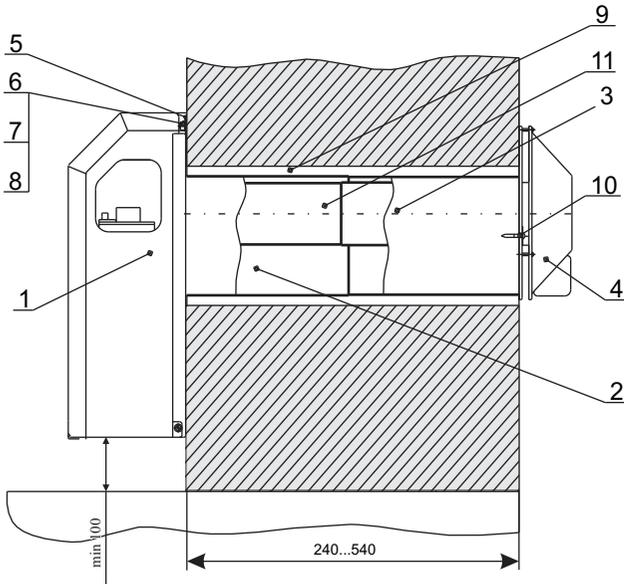

Рис. 2. УСТАНОВКА КОНВЕКТОРА
6.4.2. Встановити патрубок повітропроводу 2 (рис. 2) на осі каналу горизонтально так, щоб торець виступав над внутрішньою площиною стіни на 25 мм, і зафіксувати патрубок дерев'яними клинами, щоб уникнути його деформації.
6.4.3. Встановити газохід зовнішній 4 (рис.2) урівень із зовнішньою площиною стіни горизонтально по осі каналу, поєднавши при цьому вставку 3 і повітропровід 2. (розриви в з'єднаннях не допускаються), і зафіксувати дерев'яними клинами.
6.4.6. Зафіксувати на стіні шпильки кріплення конвектора(рис.2)
6.4.8. Встановити конвектор проушинами 5(рис.2) на шпильки кріплення 6(рис.2), з'єднавши при цьому патрубок димаря з фіксованим патрубком газоходу зовнішнього. Патрубок повітропроводу 2(рис.2) розмістити в кільцевому пазі конвектора на прокладку (базальтовий шнур). Виставити вертикально конвектор і закріпити його гайками (п.6), забезпечуючи при цьому щільний і герметичний прижим конвектора до повітропроводу. Встановити прижими і закріпити ними повітропровід в пазі конвектора.